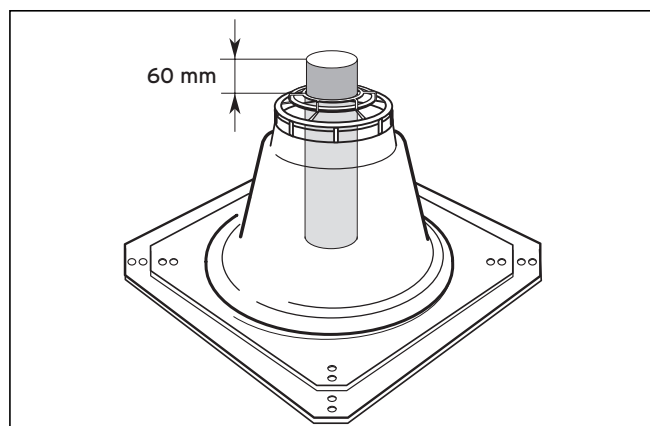

Fig. 4.58 Longueur de la conduite supérieure d'évacuation des fumées
- Contrôle : Un dépassement de 60 mm du chapeau de cheminée (**2**) est obligatoire (cf. fig. 4.58).